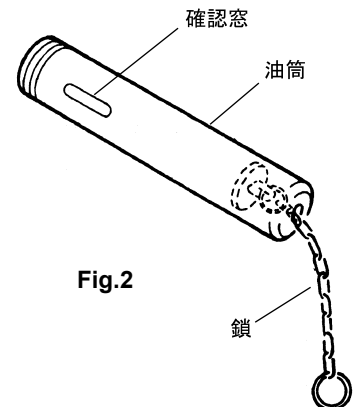

Fig.2
- 2) 油筒の鎖を手元に最後まで引き出し、油筒底部溝の切り欠き部に引っ掛けてください。(Fig.2)